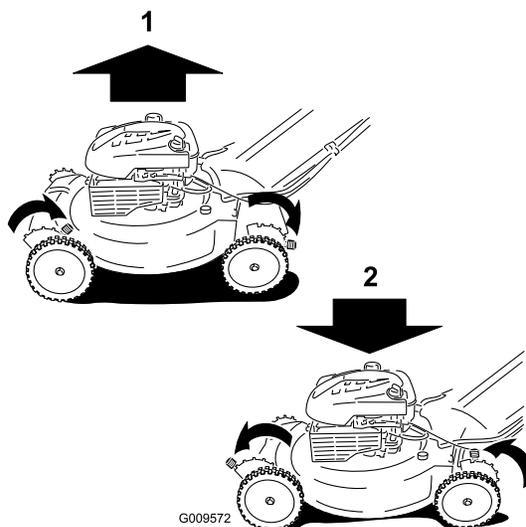

Рисунок 9
**Примечание:** Чтобы поднять газонокосилку, передвиньте все рычаги регулировки высоты скашивания назад. Чтобы опустить газонокосилку, передвиньте все рычаги регулировки высоты скашивания вперед (Рисунок 9).